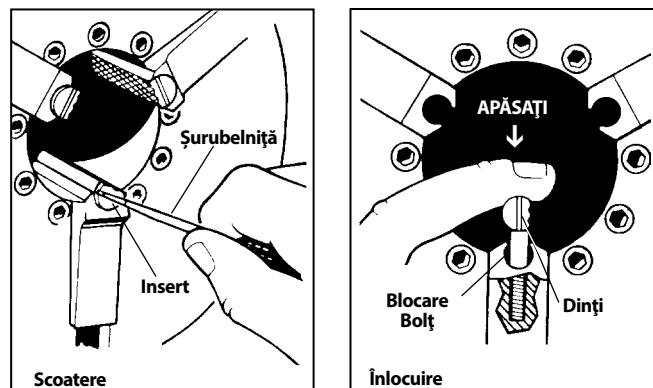

Figura 31 – Înlocuirea inserturilor fălcilor
1. Introduceți o șurubelnită în fanta insertului și o răsuciți 90 grade în orice direcție. Îndepărtați insertul (Figura 31).
2. Introduceți insertul lateral pe șiftul de blocare și apăsați în jos cât mai mult posibil (Figura 31).